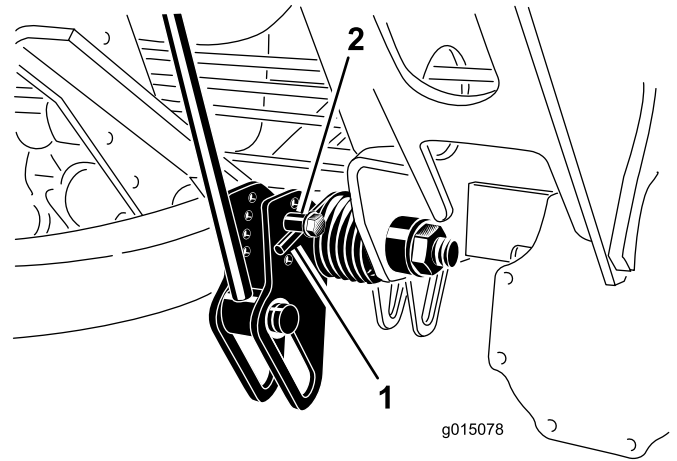

Figura 39
2. Insira um tubo ou objecto semelhante na extremidade longa da mola para aliviar a tensão da mola durante o ajuste (Figura 39).
3. Enquanto alivia a tensão da mola, retire o parafuso e a contraporca que prendem o actuador de mola ao suporte (Figura 39).